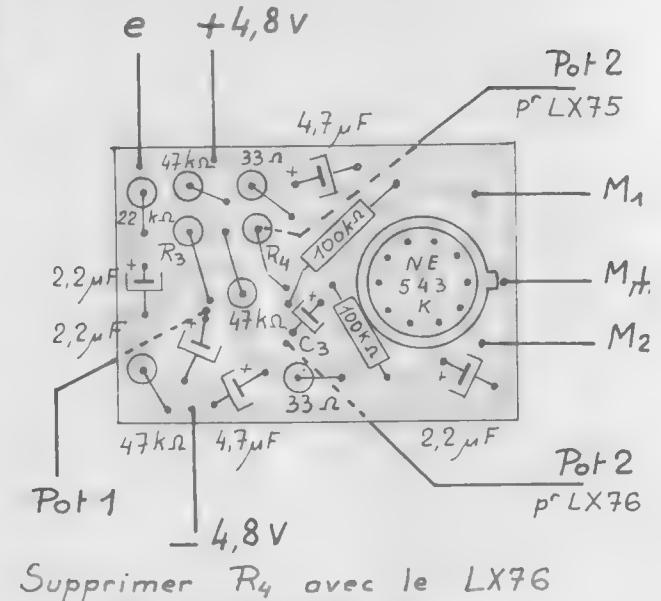

Fig. IX-13. — Composants de l'ampli pour NE543K.
c) Pose des composants. (Voir la fig. IX-13.)